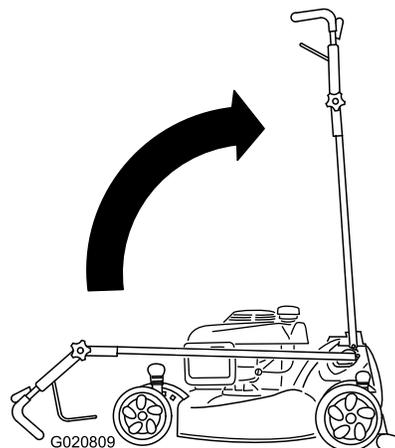

Figura 39
2. Mueva el manillar a la posición vertical (Figura 39).